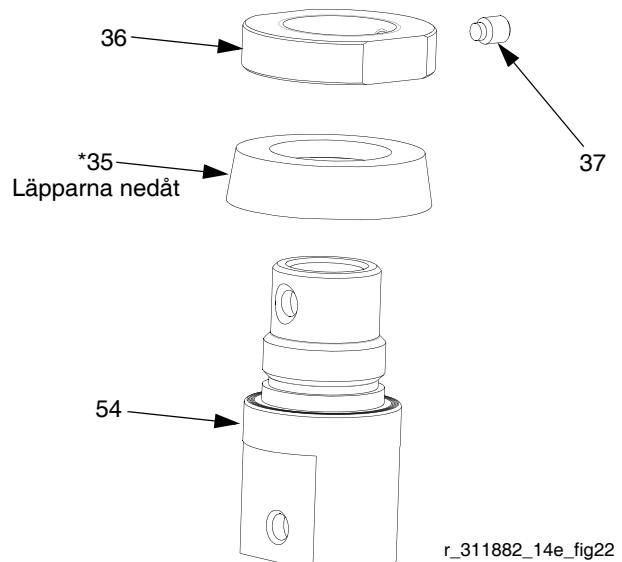

FIG. 22
10. Lossa låsskruven (37) från stoppring (36). Avlägsna stoppring från kolvhylsa (54) Avlägsna packboxen (35\*). Kontrollera alla delar och se efter om de är skadade. Se FIG. 22.